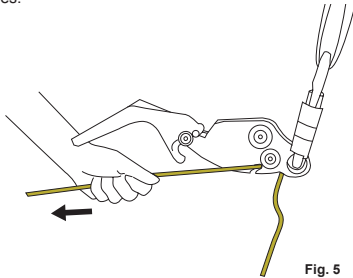

Fig. 5
- Elimine cualquier flojedad en la línea tirando del extremo libre de la línea como se indica en la fig. 5.
Después de tensar todo lo posible la línea entre el anclaje y la persona que va a ser rescatada (fig. 5), ajuste el equipo de protección contra caídas cargado para que la persona descienda hasta que su peso resida completamente en el **Smartline X**. A continuación, se puede retirar el otro equipo de protección contra caídas e iniciarse el descenso.